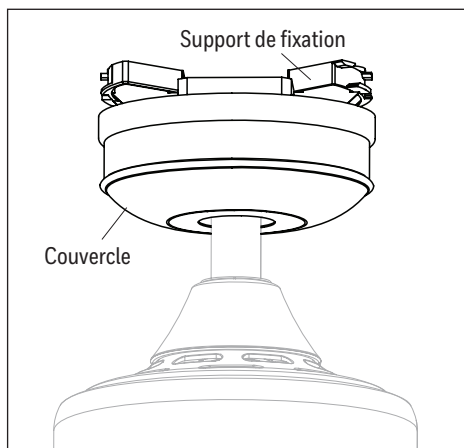

Figure 5.2
2. Soulevez le couvercle par-dessus le support de fixation et tournez-le dans le sens des aiguilles d'une montre jusqu'à ce qu'il soit fixé (Figure 5.2).